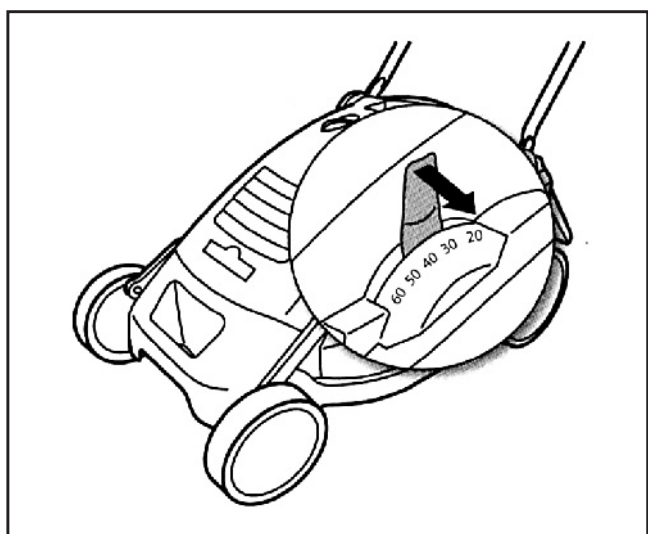

Fig. 9
- Tirez le levier de réglage vers l'extérieur (Fig. 9).
- Tire de la palanca de ajuste hacia el exterior (fig. 9).
- Puxe a alavanca de afinação para o exterior (fig.9).